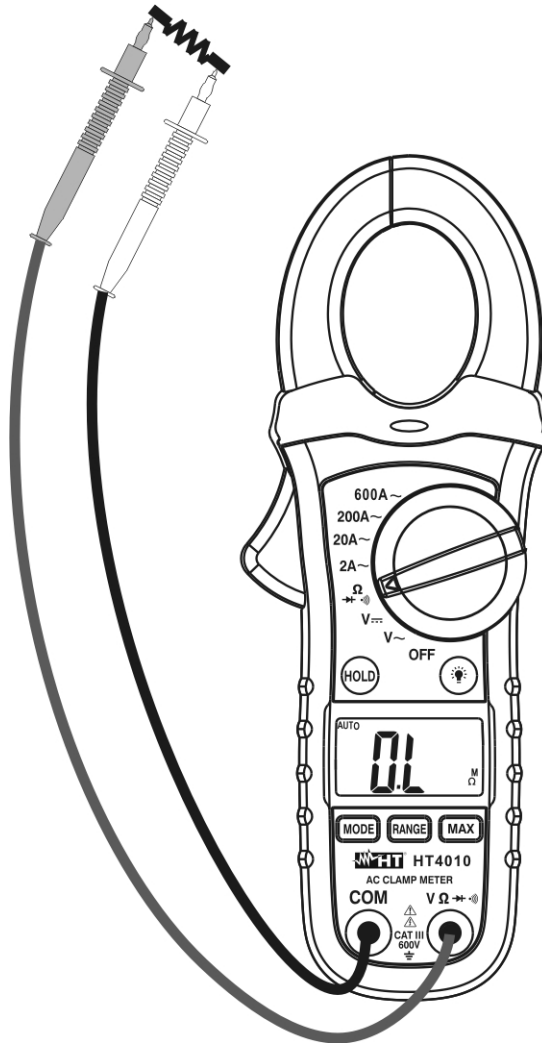

Fig. 5: Uso della pinza per misura di Resistenza
4. Posizionare i puntali nei punti desiderati del circuito in esame (vedere Fig. 5). Il valore della resistenza è visualizzato a display